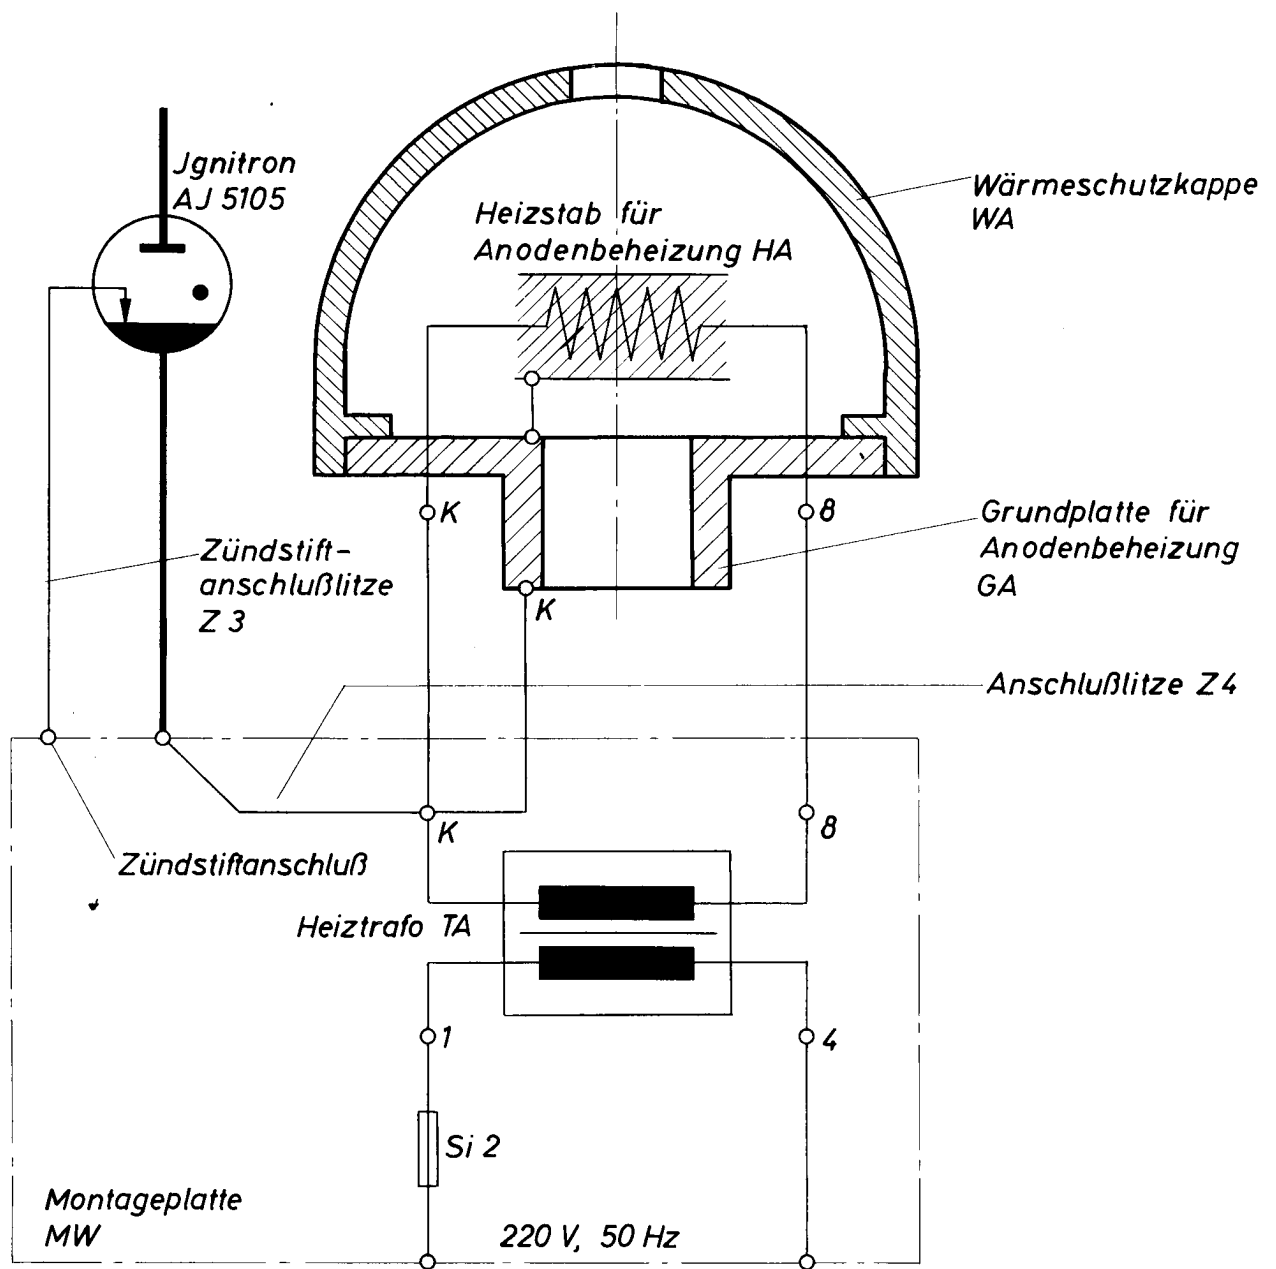

Bild 2
2.22 Für die Durchführung der elektrischen Verbindungen ist Bild 2 maßgebend.